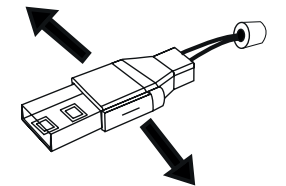

FIG 6.
6. Sluit de connector aan op de 24V led driver en schakel de spanning in om te controleren of de connector op de juiste manier is aangesloten. Controleer door lichte bewegingen of de connector stevig is verbonden met de ledstrip (zie fig 6). Als alles naar behoren functioneert schakel dan de spanning weer uit en ga verder naar stap 7.